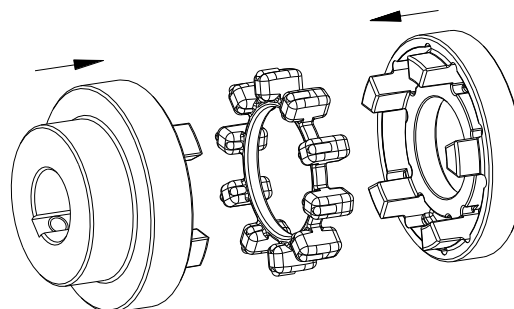

Bild 31: Montage von Nabe, Elastomerring und Mitnehmerflansch
- Stecken Sie die Nabe, den Elastomerring und den Mitnehmerflansch zusammen (siehe Bild 31).